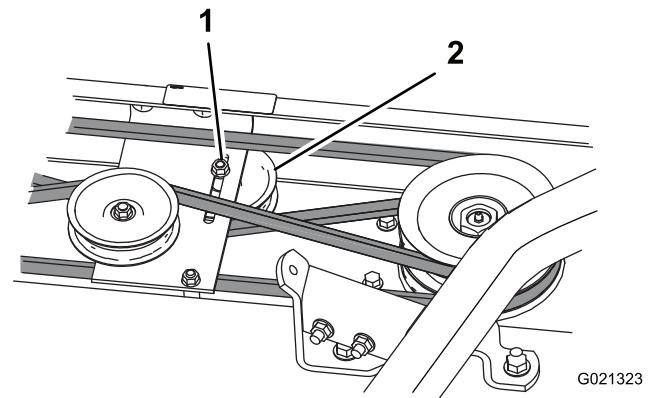

Bild 24
3. Lösen Sie die Spannscheiben, um die Riemenspannung zu lösen (Bild 24).
4. Entfernen Sie die Schlossschrauben, Sicherungsscheiben und Muttern, mit denen das Getriebe befestigt ist. Heben Sie das Getriebe von der Befestigungsplatte ab und legen es auf die Oberseite des Mähwerks (Bild 24).
7. Ziehen Sie den Riemen an, indem Sie die Spannscheibe gegen den Riemen drücken und die Bundmutter der Spannscheibe anziehen (Bild 24).